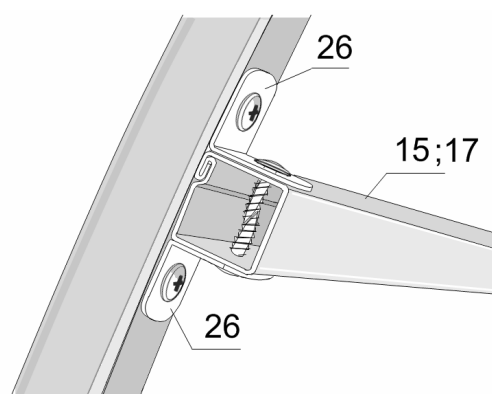

Рис. 13
3.8.3. К стрингерам № 15 присоедините уголки  $\perp 90^\circ$  № 26. К верхней торцевой дуге №1 присоедините три стрингера №15 саморезами 4,2x16 через уголки №26 (рис. 13).